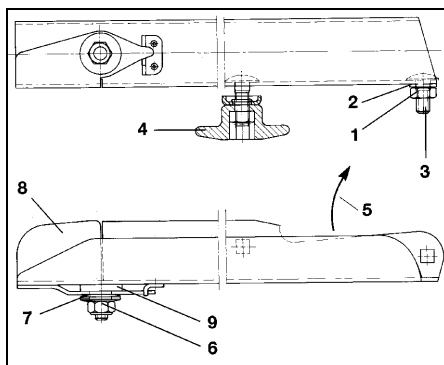

Fig. 39
- Lossa den självlåsande muttern (mässing CuZn) (Fig. 39/6) Demontera muttern och tallriksbrickorna (Fig. 39/7).
- Byt övergödslingsvinge (Fig. 39/8).
Beakta plastbrickan (Fig. 39/9) mellan spridartallriken och övergödslingsvingen
- Dra åt den självlåsande mässingmuttern (Fig. 39/6) med 6-7 Nm, så att övergödslingsvingen precis går att vrida för hand, men att den inte kan vrida sig av sig själv under arbetet.